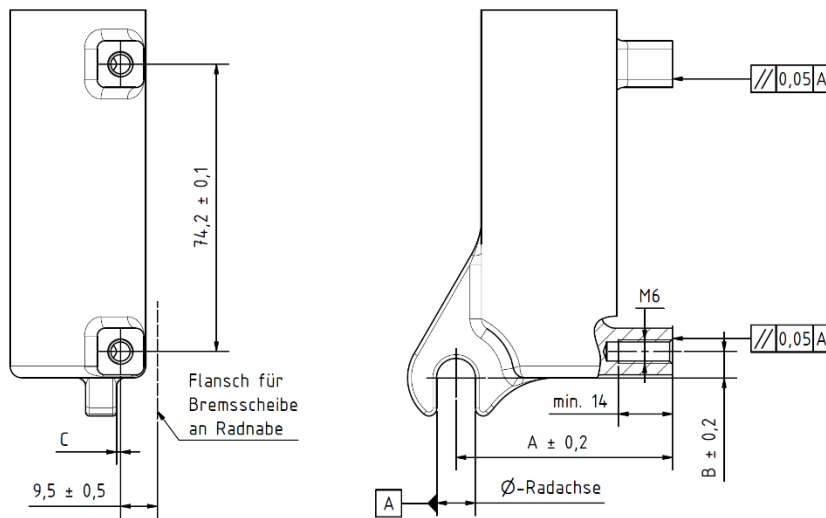
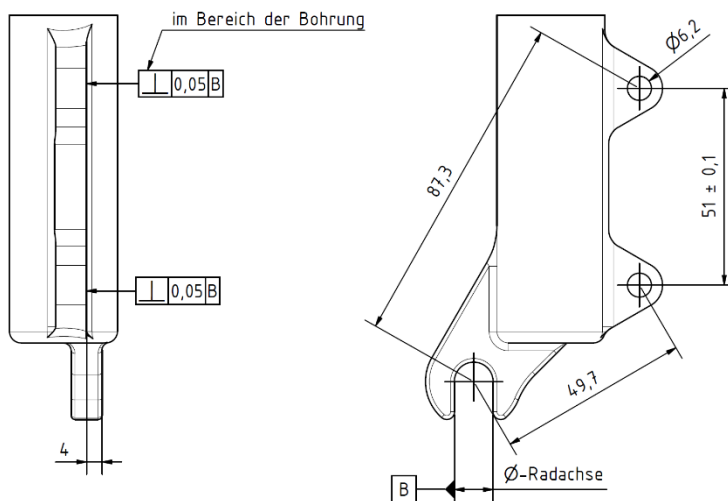
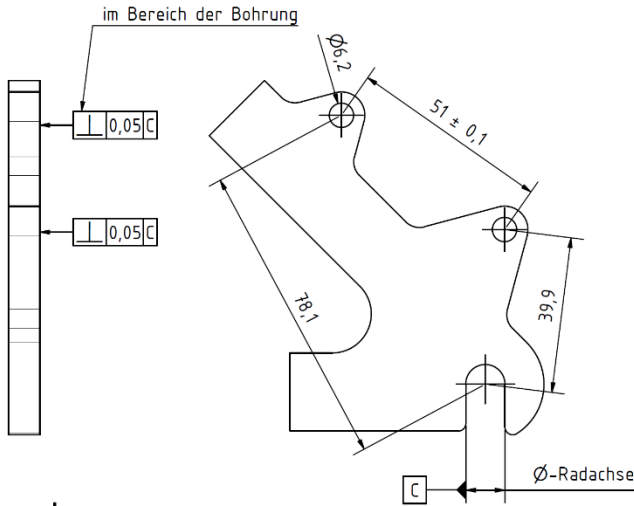

Abbildung 4 - Postmount Anbaustandard
Abbildung 5 - IS2000 Anbaustandard Vorderrad
Abbildung 6 - IS2000 Anbaustandard Hinterrad
FAHRWERKER empfiehlt für den Anbau des Bremssystems den Postmount Anbaustandard nach Abbildung 4 (S. 7) und Tabelle 2 (S. 7). Abweichend dazu sind
auch Adapter verfügbar um auf den IS2000 Anbaustandard entsprechend Abbildung 5 (S. 7) und Abbildung 6 (S. 8) zu montieren. Für eine korrekte Ausrichtung der Bremszange zur Bremsscheibe sind die Maße entsprechend der Abbildungen ein zu halten. Bei kundenspezifischen Abweichungen zu diesen Maßen wird empfohlen in Abstimmung mit FAHRWERKER zu treten.
- Anschraubflächen plan und formrichtig zur Radachse (siehe Abbildung 4 bis Abbildung 6, S. 7-8)